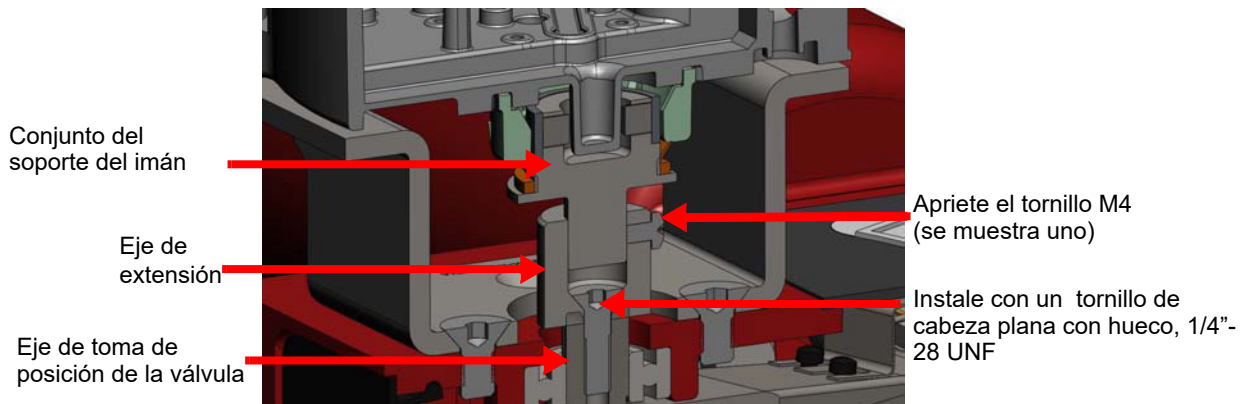

Figura 15 - Eje de extensión al eje de toma de posición de la válvula
2. Atornille el eje de extensión al eje de toma de posición de la válvula (Figura 15).